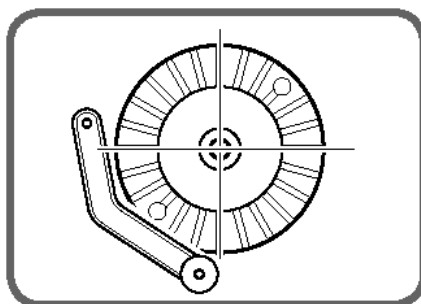

Рис. 38 Калибровка потенциометра диаметра
1. Вынуть сенсор расстояния и диаметра и поместить его на адаптере, как это показано на рис. 38.